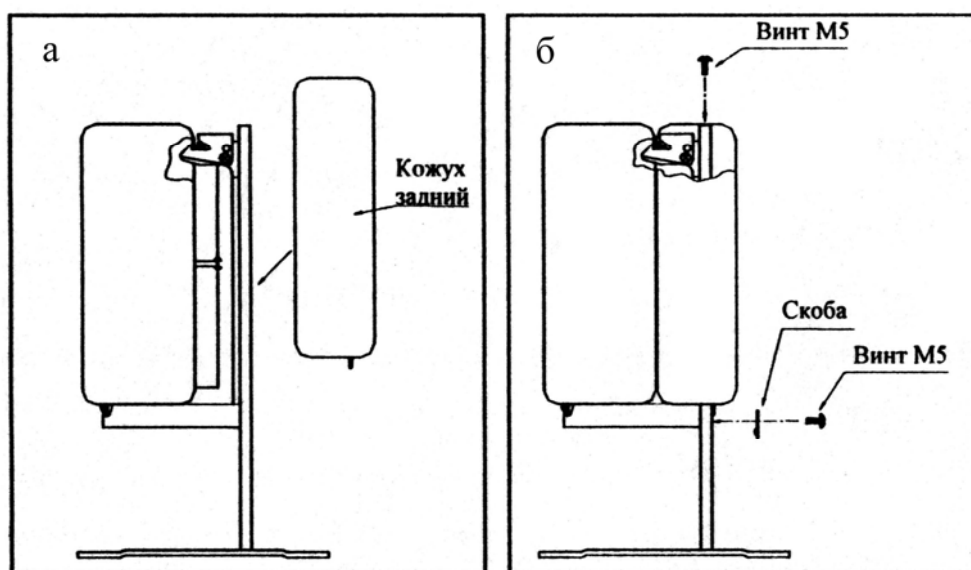

Рис. 6.4. Последовательность монтажа заднего кожуха у напольных конвекторов «Изотерм» РКО и РКОН
2.5. При монтаже напольных конвекторов (рис. 6.4) по разметке на чистом полу, аналогичной указанной в п. 2.4, устанавливаются напольные кронштейны, а затем монтаж идёт в последовательности согласно п. 2.4 и рекомендациям паспортов на соответствующие конвекторы.